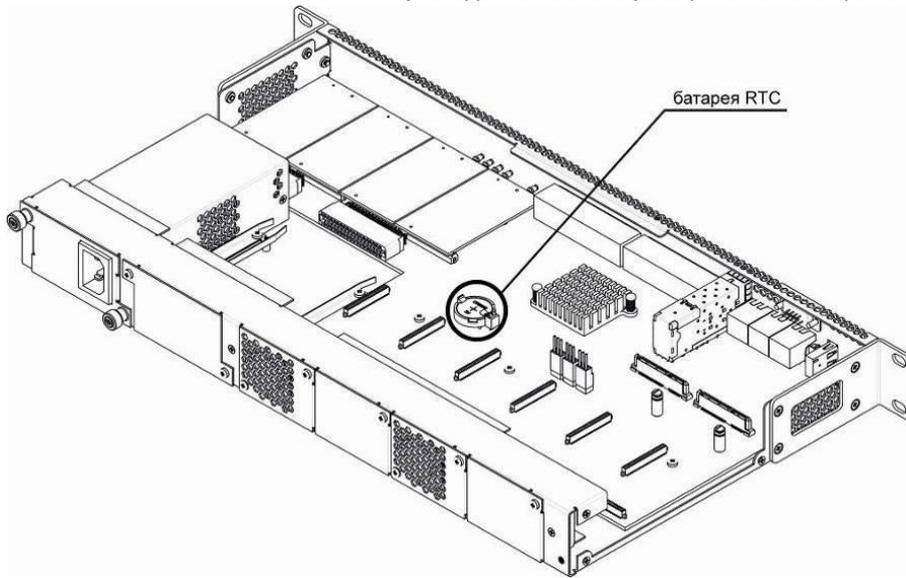
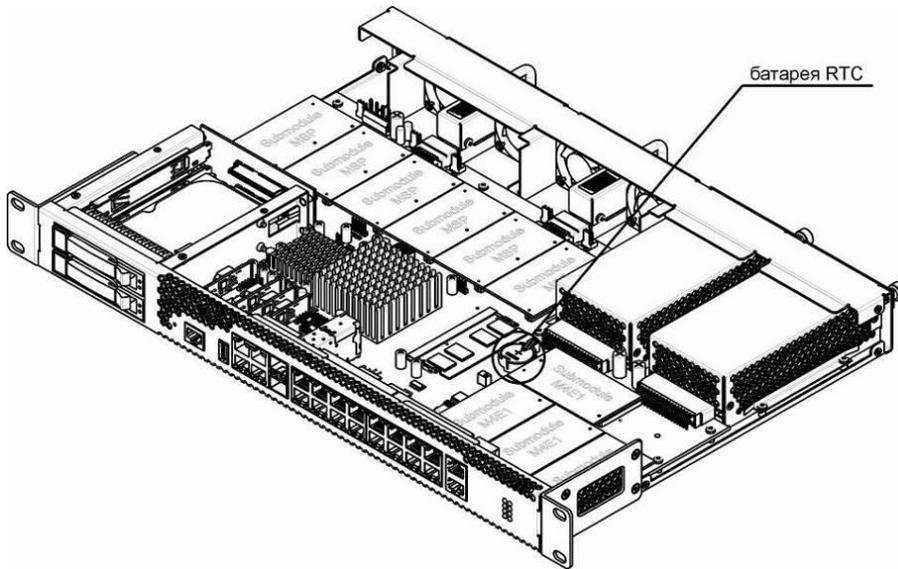
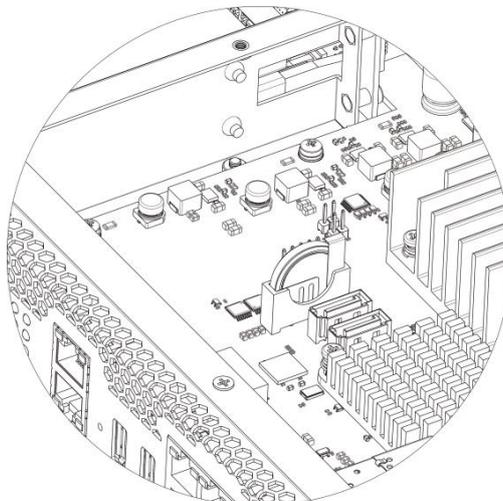

Рисунок 36 – Положение батареи RTC для SMG-1016M
Рисунок 37 – Положение батареи RTC для SMG-2016
Рисунок 38 – Положение батареи RTC для SMG-3016
5. Извлечь отработавшую батарейку (рисунок 36, рисунок 37, рисунок 38) и в аналогичной позиции установить новую.